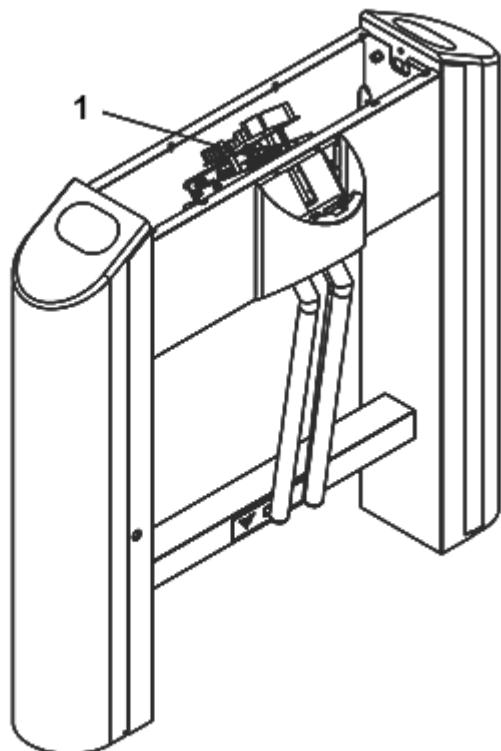

Рисунок 17 – Зубчатый ремень турникета
- 3.6.4 Проверить состояние зубчатого ремня и его натяжение (Рисунок 17 – 1).